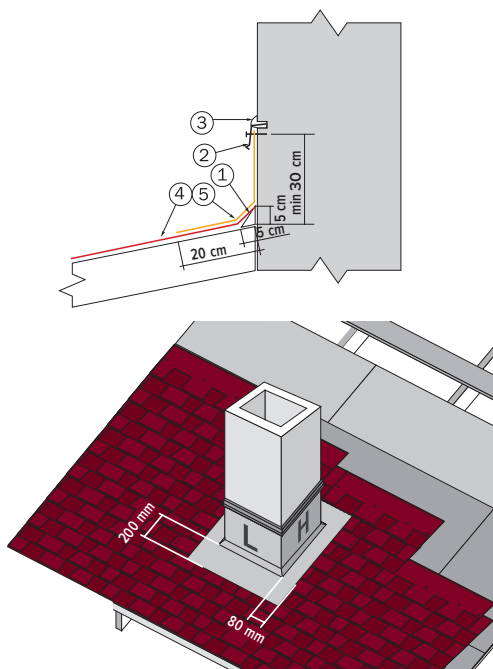
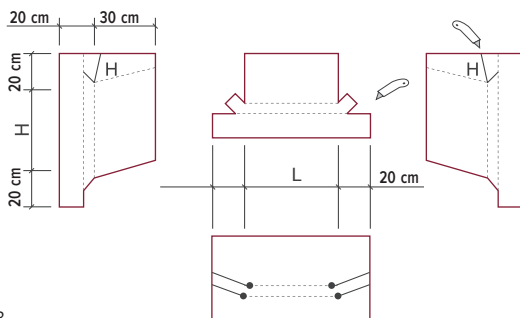
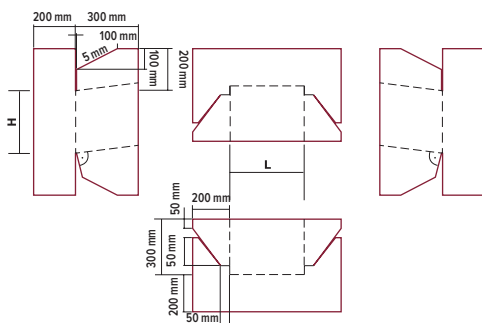

Fig. 22
Fig. 23
Fig. 24
În punctele de joncțiune a pantei acoperișului cu pereții (Fig. 22), este montată o placă triunghiulară (1) pe care este montată șindrilă (4). În calitate de placă triunghiulară poate fi folosită o bară din lemn 50 × 50 mm, montată diagonal, sau o simplă plintă din lemn (1). Dacă suprafața peretelui vertical este din cărămidă, atunci trebuie mai întâi să fie tencuită și
Pentru etanșarea conductelor pentru fum și de ventilație este efectuat un decupaj din covor pentru dolie (fig. 23), sau dintr-un metal rezistent la coroziune (fig. 24). Decupajele rezultate sunt îndoit sau incizate în anumite locuri. Metoda de montare este prezentată în fig. 22.